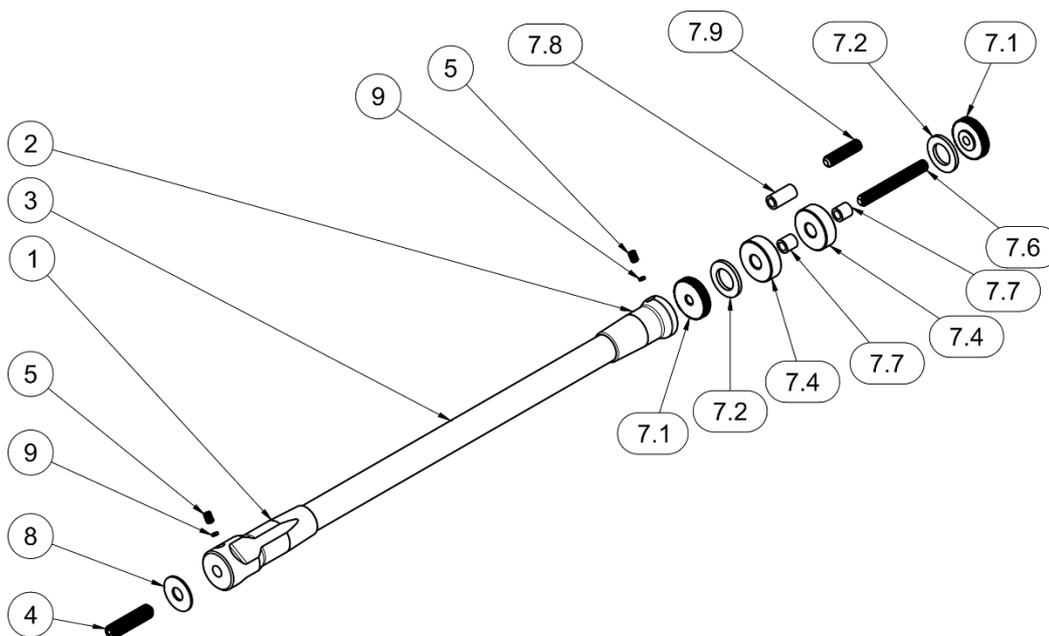
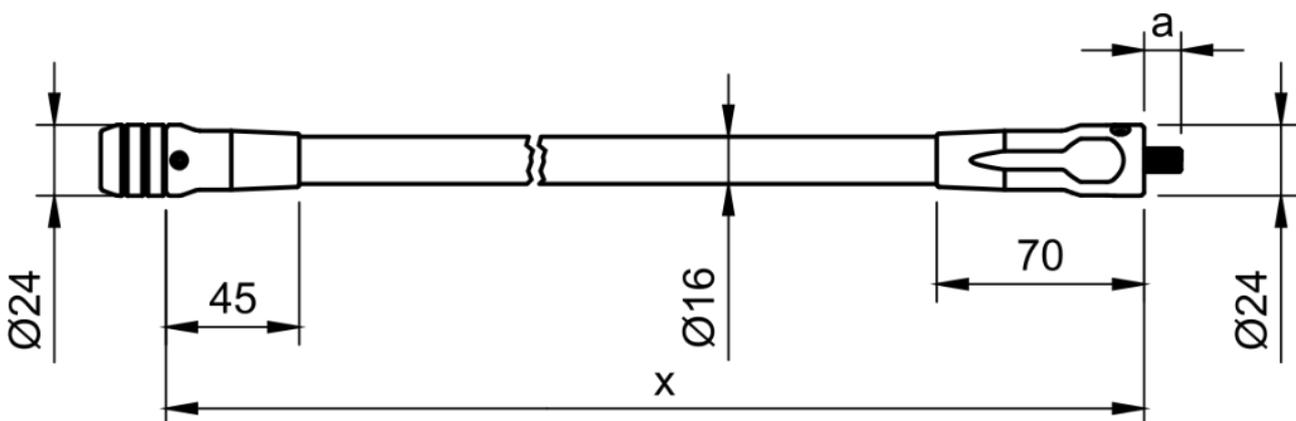

Bild 1: Explosionszeichnung
Bild 2: Maße TERRA-Stabilisator
1. M4x6 Gewindestift (Element 5 in Bild 1) an der bogenseitigen Hülse mit dem 2 mm Winkelschlüssel ca. zwei Umdrehungen lösen.
Achtung: M4x6 Gewindestift nicht ganz herausdrehen, sonst kann das PTFE Druckplättchen (Element 9 in Bild 1) verloren gehen und die Gewinde können beschädigt werden.
2. 5/16-24 UNF Gewindestift (Element 4 in Bild 1) per Hand oder 5/32" Winkelschlüssel (nur mit minimaler Kraft) auf gewünschte Länge,  $a$  in Bild 2, einstellen.
Achtung: Die Länge  $a$  in Bild 2 darf auf maximal 14 mm eingestellt werden. Darüber hinaus sind zu wenige Gewindegänge in der Hülse 1 im Eingriff und das Gewinde kann ausreißen.
3. M4x6 Gewindestift (Element 5 in Bild 1) an der bogenseitigen Hülse mit dem 2 mm Winkelschlüssel gerade so fest anziehen, dass sich der 5/16-24 UNF Gewindestift nicht mehr frei drehen lässt. Der Sicherungseffekt kommt durch das PTFE Druckplättchen zustande, sodass kein großes Drehmoment aufgewendet werden muss.
1. Lege das TERRA-Endgewicht (Element 7.1 in Bild 1) auf eine feste horizontale Oberfläche (z.B. Tisch, Boden etc.). 1/4-20 UNC Gewindestift (Element 7.6, 7.9 in Bild 1) in passender Länge in das TERRA-Endgewicht schrauben. Dabei müssen die Gewindestifte mindestens vier volle Umdrehungen in die Endgewichte gedreht werden.
2. Gewindehülsen (Element 7.7, 7.8 in Bild 1), entsprechend den gewünschten Gewichten, auf dem Gewindestift handfest gegen das Endgewicht schrauben.
3. TERRA Gummiring (Element 7.2 in Bild 1) über die aufgeschraubten Gewindehülsen schieben und auf dem Absatz des Endgewichtes positionieren.
4. TERRA Standard-Gewichte (Element 7.4 in Bild 1) über die ausgeschraubten Hülsen schieben.
2. Als letztes wird der M4x6 Gewindestift (Element 5 in Bild 1) mit einem 2 mm Winkelschlüssel leicht festgezogen.